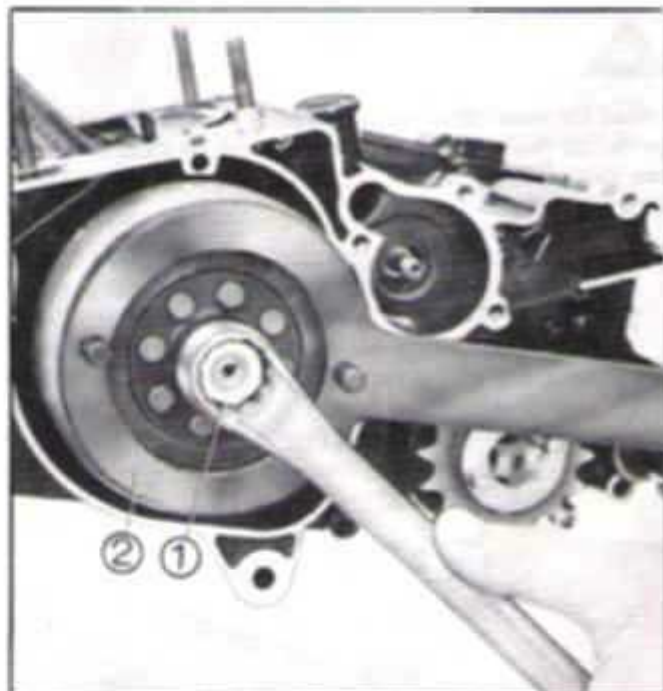

FIG. 120 - DESMONTAGEM DO MAGNETO
4. Desaparafusar a porca (1) que fixa o volante no eixo do motor. Nesta operação utilizar a ferramenta especial (2) (7017.099.012.00.4) Fig. 120.